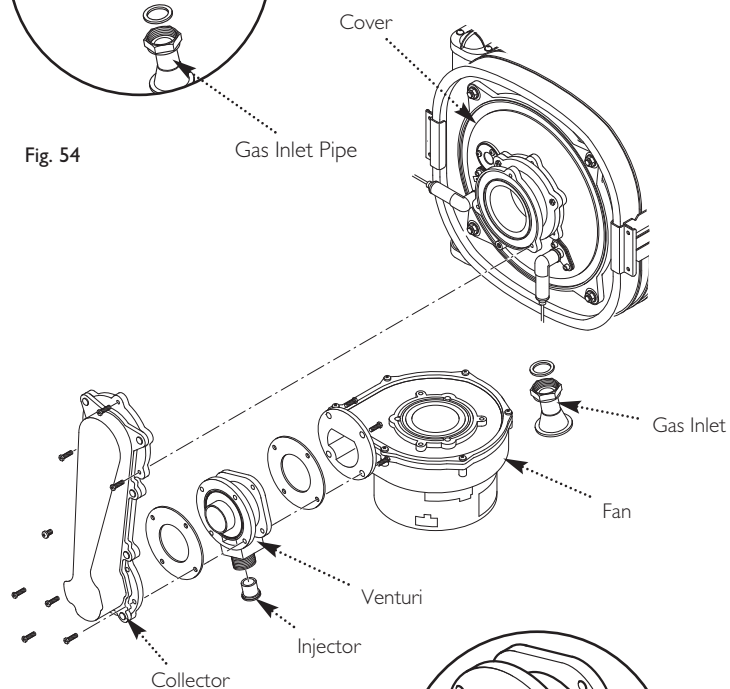

Fig. 55
13.4 Venturi (Fig. 55)
13.5 Injector (Fig. 55)